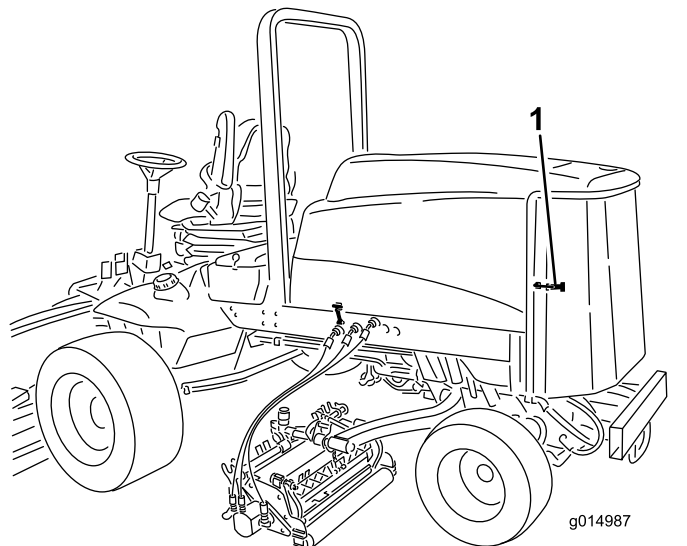

図 74
1. 後部スクリーンのラッチを外してスクリーンを開く(図 74)。